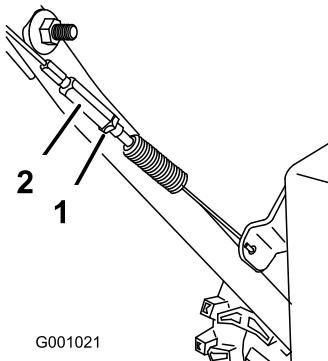

Figura 35
3. Serrate il controdado (Figura 35).